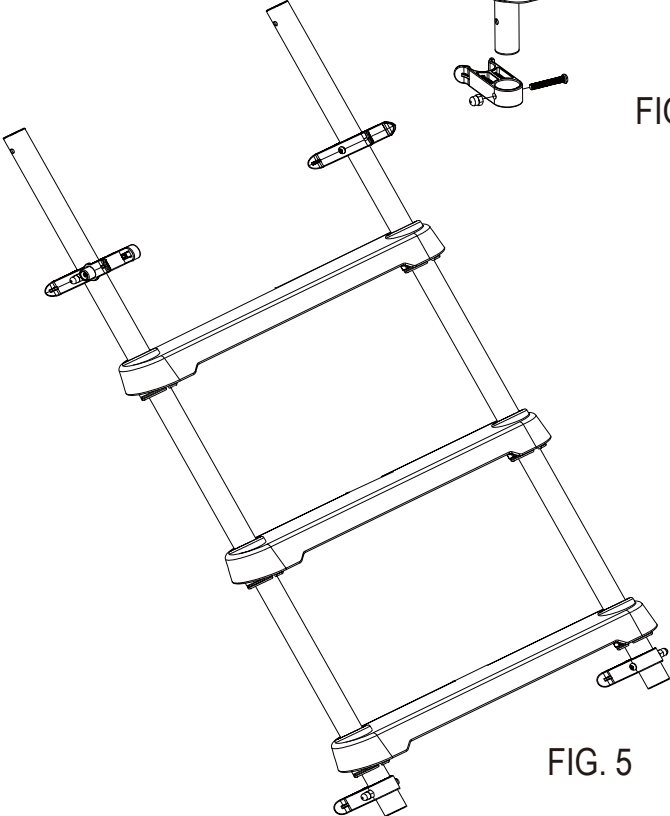

FIG. 5
- Infilare uno scalino **3** dall'alto su entrambe le gambe dritte. Fare scorrere lo scalino verso il basso finché i fermagli per scalino **5** non si inseriscono nella parte inferiore dello scalino; le sporgenze sui fermagli bloccheranno lo scalino in posizione. I fermagli per scalino devono rimanere nella sezione indentata della gamba mentre lo scalino viene premuto su di essi. I fermagli per scalino devono essere a filo con la parte inferiore dello scalino come illustrato in Fig. 5.
- Inserire le viti **11** dall'interno della gamba dritta **13**. Avvitare il dado cieco **9** fino a serrare il morsetto contro la gamba dritta (Fig. 5).